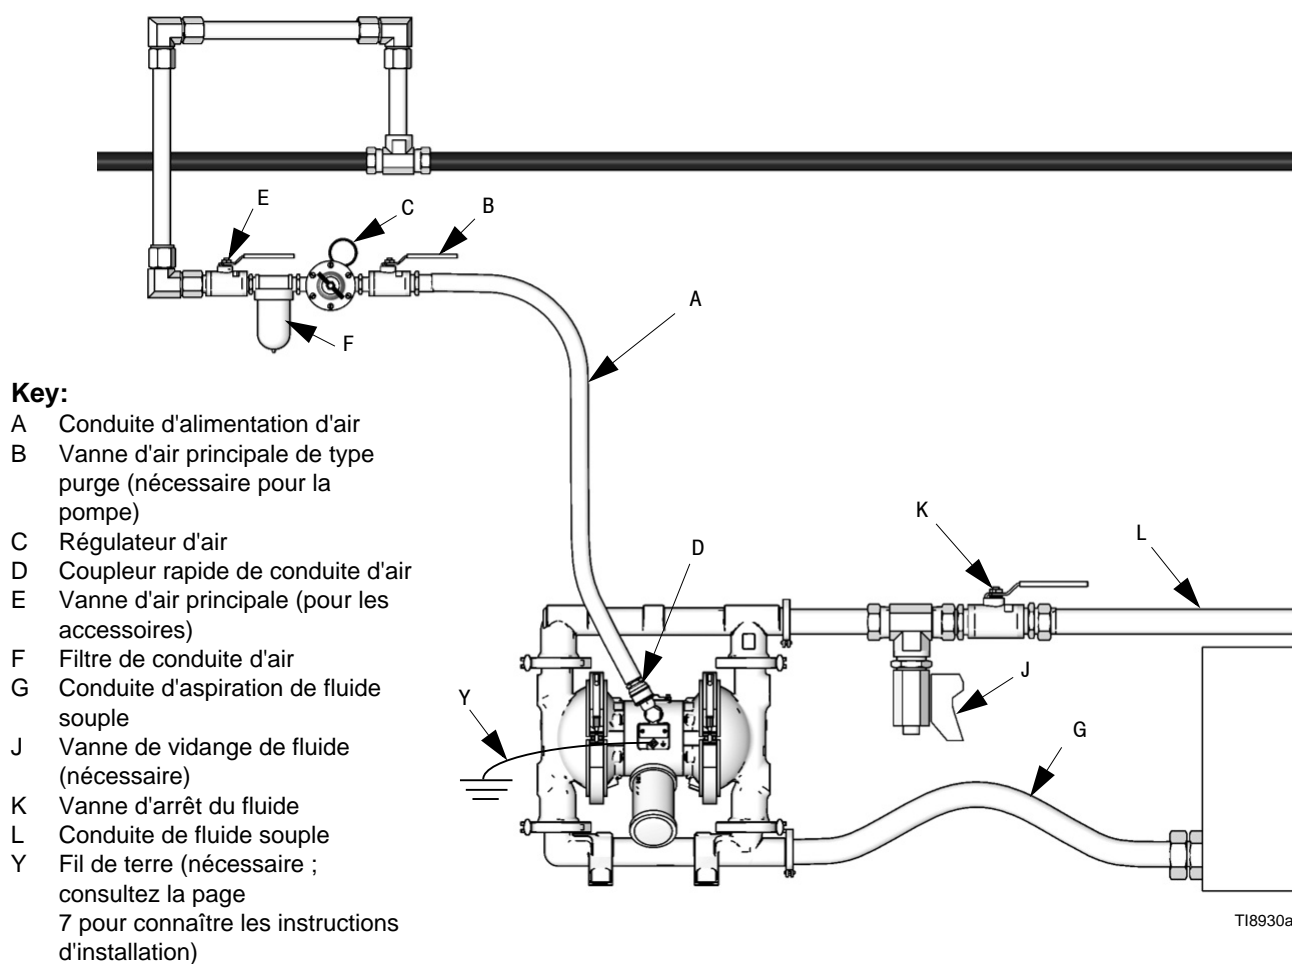

FIG. 2 Installation classique au sol
Une vanne d'air principale de type purge (B) est nécessaire dans votre système pour libérer l'air emprisonné entre cette vanne et la pompe. L'air prisonnier peut induire un fonctionnement inattendu de la pompe et provoquer ainsi des blessures graves, y compris des projections dans les yeux ou sur la peau, des blessures dues à des pièces en mouvement ou une intoxication avec des produits dangereux. Voir FIG. 2.
1. Installez les accessoires de la conduite d'air comme indiqué dans la FIG. 2. Fixez ces accessoires au mur ou sur un support. Assurez-vous que la conduite d'air qui alimente les accessoires est mise à la terre.
- a. Installez un régulateur d'air (C) et un manomètre pour contrôler la pression du fluide. La pression de sortie du fluide sera identique au paramètre du régulateur d'air.
- b. Localisez une vanne d'air principale de type purge (B) à proximité de la pompe et utilisez-la pour libérer l'air emprisonné. Consultez la **MISE EN GARDE** ci-dessus. Localisez l'autre vanne d'air principale (E) en amont de tous les accessoires de la conduite d'air et utilisez-la pour les isoler pendant les opérations de nettoyage et de réparation.
- c. Le filtre (F) sur la conduite d'air élimine les poussières et l'humidité nuisibles de l'alimentation en air comprimé.
Une vanne de purge de fluide (J) est nécessaire pour relâcher la pression dans le flexible s'il est bouché. La vanne de purge réduit le risque de blessure grave, y compris par projection dans les yeux ou sur la peau, ou par intoxication avec des produits dangereux, lors de la décompression. Installez la vanne à proximité de la sortie de fluide de la pompe. Voir FIG. 2.
1. Utilisez des flexibles pour fluide souples mis à la terre (L).
3. Installez une vanne de vidange de fluide (J) à proximité de la sortie de fluide. Consultez la **MISE EN GARDE** ainsi que la FIG. 2.
4. Installer une vanne d'arrêt (K) sur la conduite de sortie du fluide.